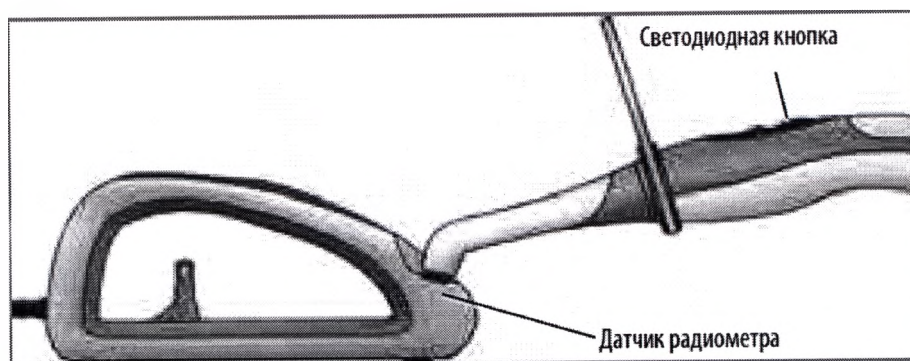

Рисунок 6. Съемная светодиодная лампа совмещена с датчиком радиометра
3. Аккуратно держите прибор таким образом, чтобы линза съемной светодиодной лампы совместились с датчиком радиометра (рисунок 6) и была направлены строго в центр белого круга.